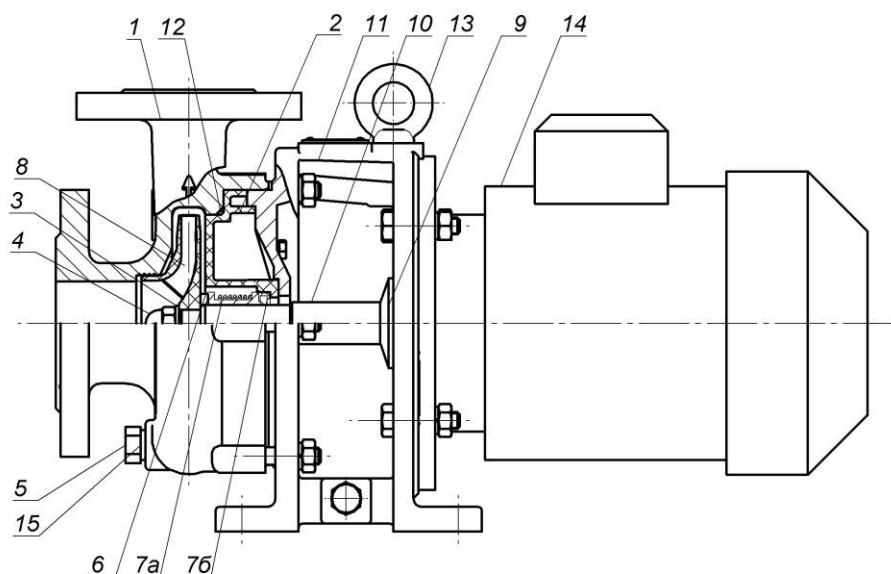

Рис. 4.1 Устройство насоса КММ.
- 4.2 Электронасос состоит из (см. рис. 4.1) корпуса (1), двигателя (14) типа АИР (АИМ во взрывозащищенном исполнении) с удлиненным валом (10), опорного кронштейна (11), соединяющего насосную часть с двигателем в одну конструкцию – моноблок, рабочего колеса (8) и крышки корпуса (2).